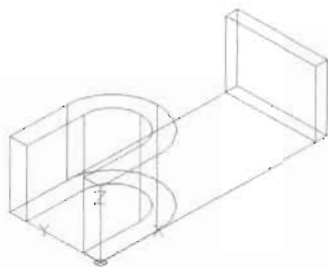

图 12-97
(2) 执行“绘图>建模>拉伸”菜单命令，拉伸出支撑筋板的实体，如图 12-97 所示，命令执行过程如下。